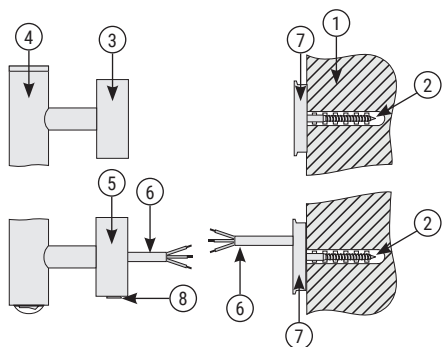

Рис.1
- 4.3. В полученных метках (п. 4.2) сделать отверстия диаметром 6 мм и произвести монтаж внутренних опорных дисков для верхнего кронштейна и коробки подключения (рис. 1) с помощью саморезов и дюбелей.
- 4.10. Подготовить концы проводов для последующего соединения и зачистить их (рис. 1).
- 4.11. Установить круглую заглушку на нижней стороне соединительной коробки вместо заглушки с отверстием (рис. 1 «8»).